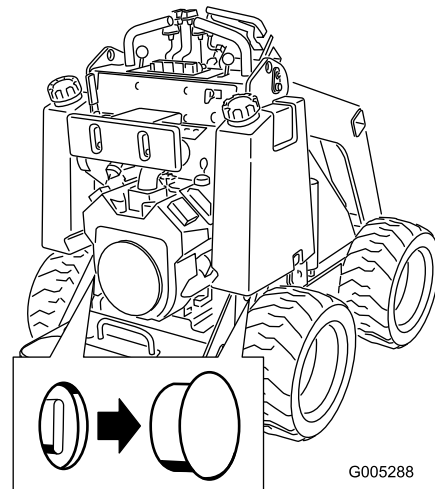

Figura 11
2. Retire el tapón que cubre cada válvula de remolcado (Figura 11).